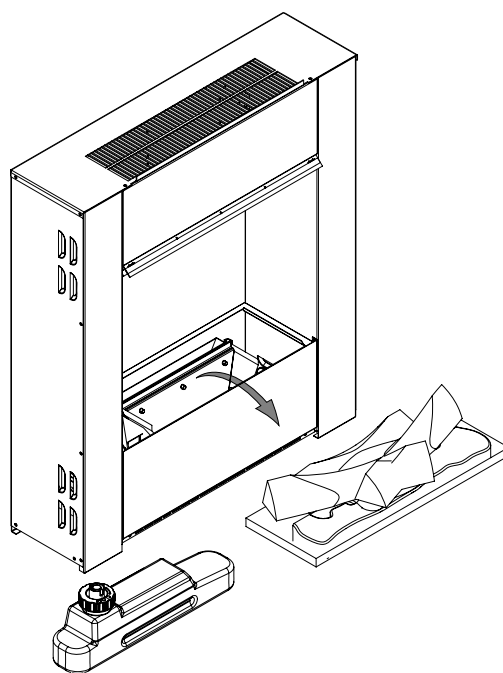
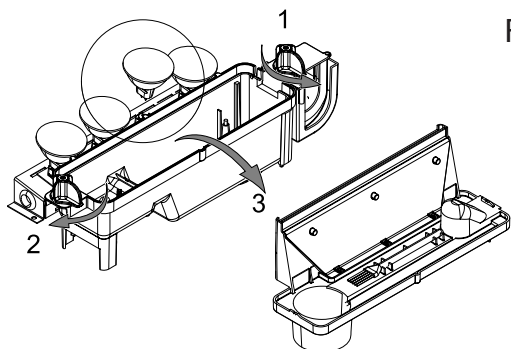

Fig.3
Fig.4
1. Bei eingeschaltetem Flammeneffekt das Feuerbett und den Wassertank (Siehe Abb. 3) und die Düse (Siehe Abb. 4) herausheben.